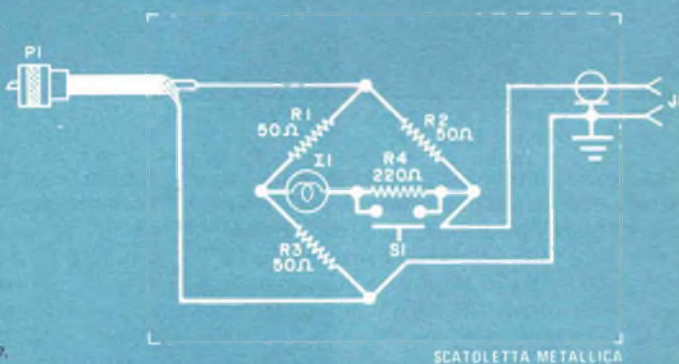

Fig. 1 - Schema del misuratore; l'antenna e la linea di alimentazione formano il quarto lato di un ponte di Wheatstone.
**Il circuito** - Lo schema del misuratore è riportato nella *fig. 1*; si tratta di un ponte di Wheatstone, uno dei cui lati è formato dalla linea di trasmissione e dall'antenna; gli altri
Per ottenere un facile mezzo che consenta di conoscere esattamente a quale indirizzo punta il 7490, si colleghino LED e resistori da 620  $\Omega$  in serie tra le quattro uscite del 7490 (piedini 11, 8, 9, 12) e il +5 V, avendo cura di sistemare i LED nella giusta sequenza (fig. 1).
Quanto detto vale per un induttore ideale; in pratica, invece, tutti gli induttori hanno una certa resistenza, capacità ed induttanza. Come illustrato nella *fig. 1-a* e nella *fig. 1-b*, un induttore con nucleo di ferro può essere considerato come un induttore con una resistenza ( $R_1$ ) in serie, e questa combinazione è in parallelo con una capacità ( $C$ ) ed una resistenza in serie ( $R_2$ ). Un induttore in aria (*fig. 2-a* e *fig. 2-b*) si comporta come un'induttanza con una resistenza ( $R_1$ ) in serie. In entrambi i casi " $L$ " è l'induttanza della bobina e  $R_1$  è la resistenza del filo con il quale è formata la bobina. L'induttore con nucleo di ferro contiene due elementi in più,  $R_2$  e  $C$ , che rappresentano le perdite nel nucleo. Con corrente continua, non vi sono perdite nel nucleo e di conseguenza la capacità  $C$  nel modello della *fig. 2* non consente circolazione di corrente attraverso  $R_2$ . Con l'aumentare della frequenza, aumentano le perdite nel nucleo; perciò, nel caso precedentemente citato, una corrente sempre maggiore scorre attraverso  $R_2$  a mano a mano che la reattanza del condensatore diminuisce.